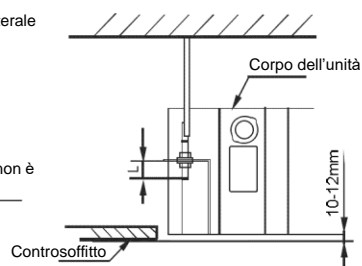

Fig. 5-6
- Regolare la posizione in modo che lo spazio tra il corpo dell'unità e tutti i quattro lati del controsoffitto sia uniforme. La parte inferiore del corpo dell'unità dovrebbe essere immersa dentro il controsoffitto di circa 10-12 mm (vedere fig. 5-6.).
- La lunghezza L è normalmente la metà della lunghezza del filetto sull'asta di sospensione. (Vedere fig. 5-6.)